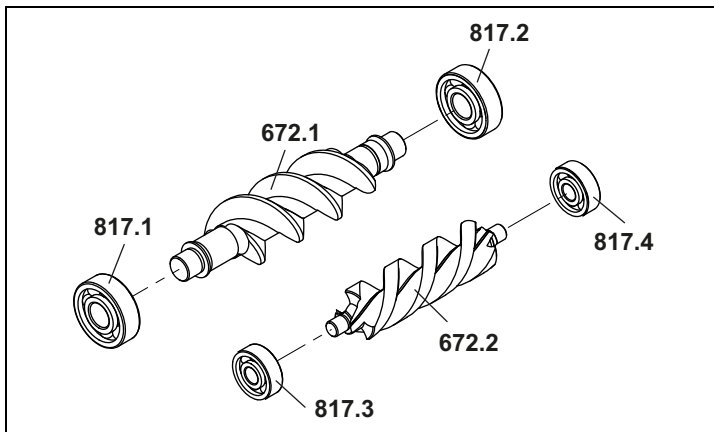

Abb. 4
3. Kugellager **817.1**, **817.2**, **817.3** und **817.4** von Messspindeln abziehen, dabei Abziehvorrichtung verwenden. Übersicht siehe Abb. 4, Seite 26.